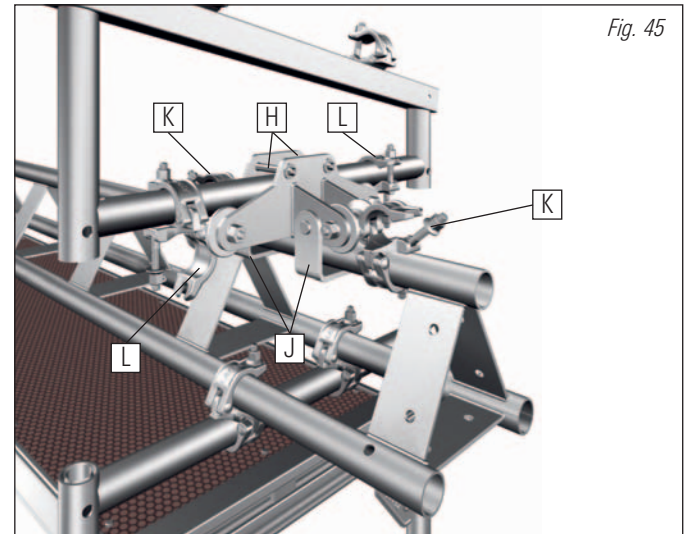

Fig. 45
För att hindra taket från att hoppa av från balkarna måste det U-formade låset (J) monteras, så som visas i bild 45. För att förhindra oavsiktlig förflyttning måste ytterligare kopplingar monteras på balkens översta rör, framför och bakom hjulmodulerna (K). För att undvika rörelser i tvärsiktningen måste kopplingar (L) **monteras på ena sidan av taket.**